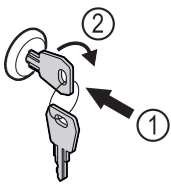

Fig. 130
- ▶ Insérer la clé. Fig. 130 (1)
- ▶ Tourner la clé à 90° dans le sens horaire. Fig. 130 (2)